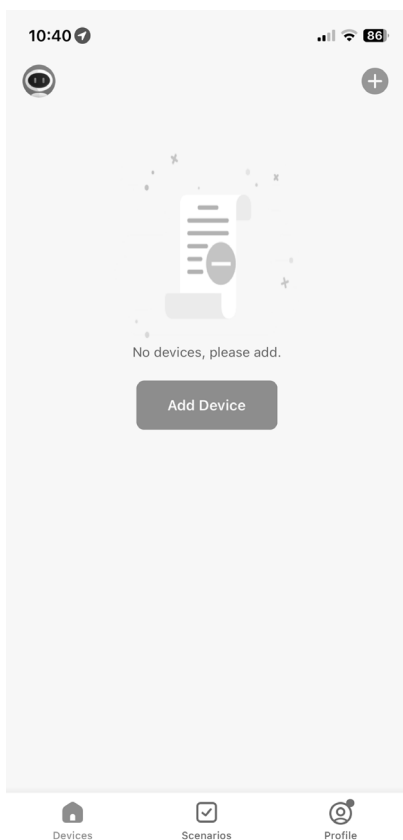

Fig. 1
- ▶ Si vous n'avez pas encore enregistré d'appareil dans l'application MEDION® Life Plus, appuyez sur la touche **ADD DEVICE** (voir fig. 1).